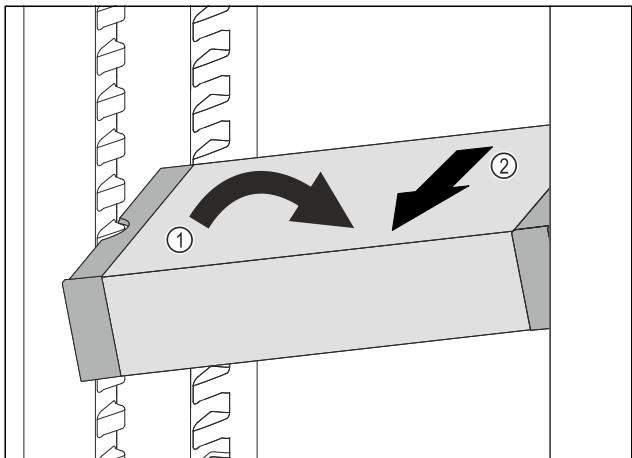

Fig. 139
- Fig. 139 (1)
- Predal VarioSafe izvlecite v smeri naprej. Fig. 139 (2)